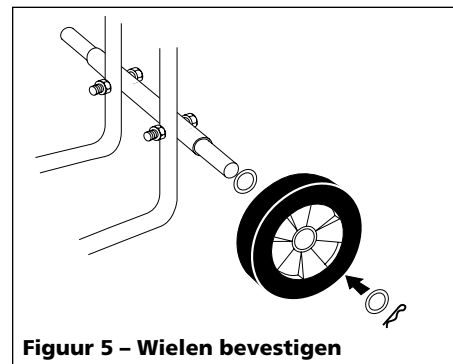

Figuur 4 – Slang bevestigen
5. Bevestig de hogedrukslang aan de pomp en het spuitpistool m.b.v. een 11/16 inch steeksleutel (zie Figuur 4). Bevestig de zuigmontage nog niet.